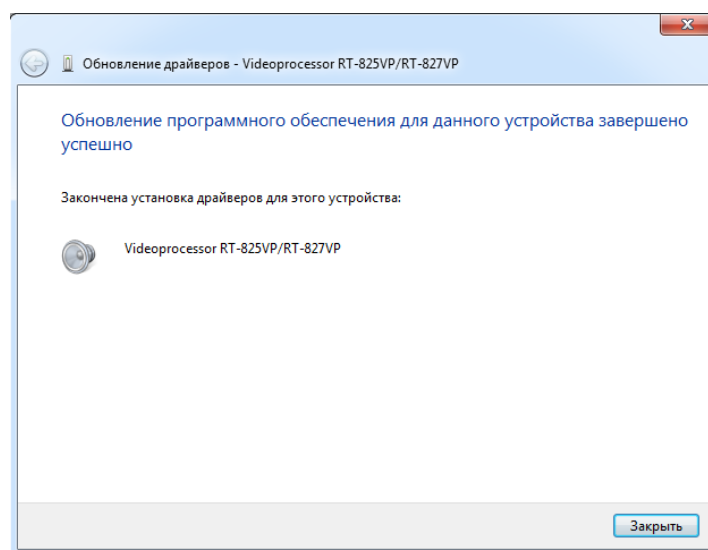

Рис.15. Вид окна "Обновление драйверов - Videoprocessor RT-825VP/RT-827VP"
3.3.9 Установка драйвера завершится появлением окна "Обновление драйверов - Videoprocessor RT-825VP/RT-827VP", рис.15.